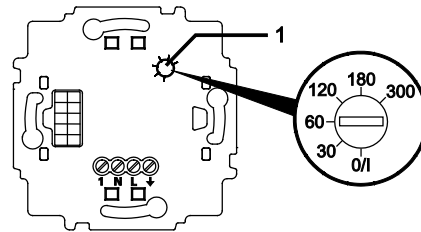

Fig. 1: Elemento con potenciómetro de selección
- Ajustar el potenciómetro de selección (Fig. 1 (1)) en **0/I**.
- Ajustar el potenciómetro de selección (Fig. 1 (1)) en el valor deseado.